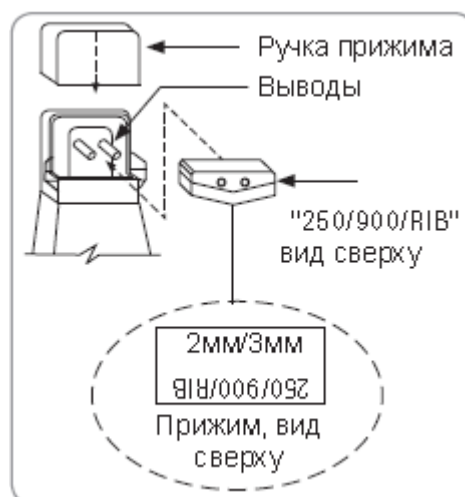

Рис. 6. Положение прижима
2. Удостоверьтесь, что прижим находится в правильном положении, как показано на рис.6.